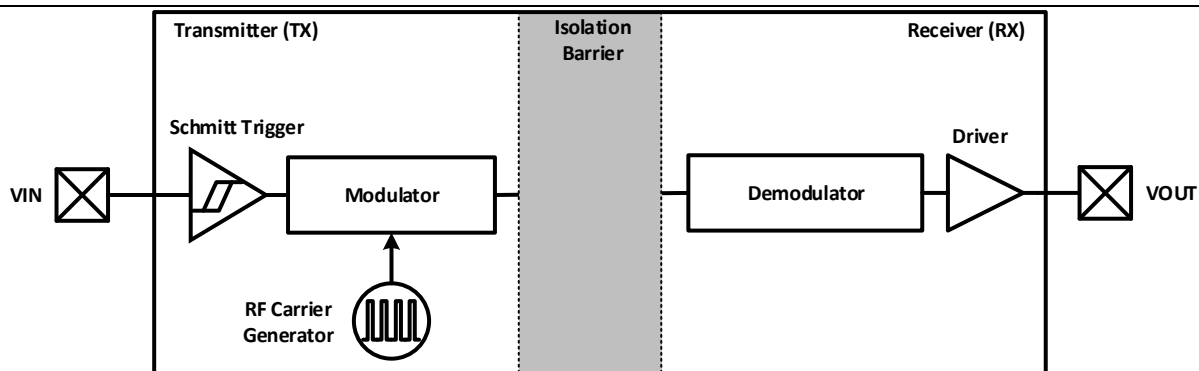
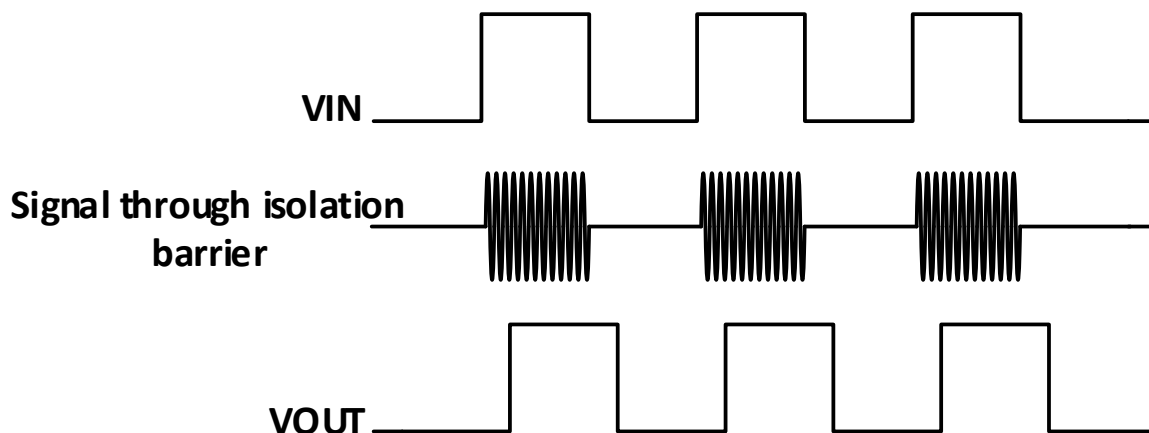

图 11-2 单通道功能框图
图 11-3 单通道波形示意图
高速隔离数据通道使用简单的开关键控(OOK)调制解调方案。由  $SiO_2$  构成的高压隔离电容为不同的电压域之间提供可靠的绝缘屏障，并提供可靠的高频信号传输路径；为了保证稳定的数据传输质量。发射机(TX)将输入信号调制到载波频率上，即 TX 在一个输入状态下通过隔离电容传递高频信号，而在另一个输入状态下无信号通过隔离电容，然后接收机根据检测到的带内数据重建输入信号。这个架构为隔离的不同电压域之间提供了可靠的数据传输路径，在启动时不需要考虑初始化。全差分的隔离电容架构可以最大限度地提高信号共模瞬态抗干扰能力。与电感耦合结构相比，电容耦合结构提供了更高的电磁抗扰性。图 11-2 和图 11-3 分别为单通道功能框图和调制方案的波形示意图。
2. 使能输入 ENA 可用于多路复用，或其他输出控制。图 11-3 总结了每个隔离器产品的 ENA 真值表。这些输入被内部拉到 VDD 电源，从而允许它们连接到外部逻辑电平(高或低)或保持浮动。为了最小化噪声耦合，如果 ENA 是浮空的，不要连接电路走线。如果 ENA 未使用，建议将其连接到外部逻辑级别，特别是当 CA-IS362x 在噪声环境中应用时。